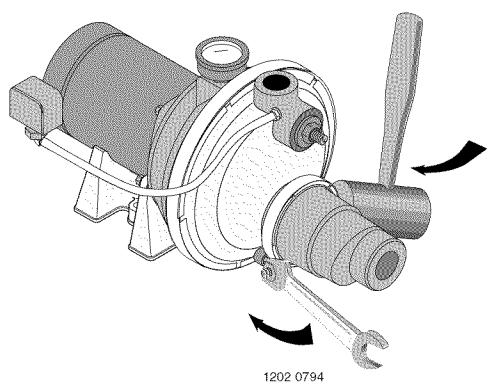

Figure 8 : Poser l'éjecteur
- Installer les trousseaux d'éjecteurs FP4875 et 29650 (les nécessaires sont vendus séparément). Suivre les instructions fournies avec le nécessaire. S'assurer de bien aligner le venturi avec le trou supérieur qui se trouve à l'avant de la pompe (voir la Figure 8).